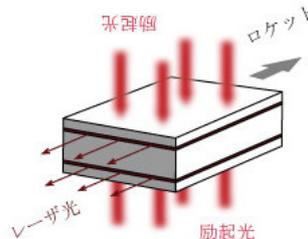

図 2 双発エンジン
レーザー出力増大のために図 2 のような双発エンジンとし、出力を  $100 \text{ mW} \times 2 = 200 \text{ mW}$  とすれば、式 (1) から加速度  $a = 0.14 \text{ m/s}^2$  を得る。レーザー発振の時間  $T$  を 5 秒とするとその間の移動距離  $X$  は